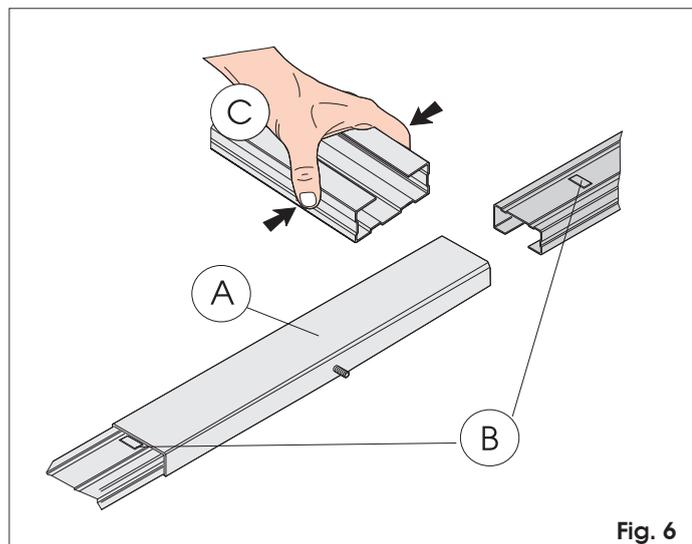

Fig. 6
- 1) Die beiden Teile der Gleitführung zusammenbauen und hierfür die mittlere Verbindung (Abb. 6 Bez. A) bis zum Anschlag der Bezugsmarkierungen aus Metall einführen (Abb. 6 Bez. B). Zur Erleichterung des Einsatzes der Gleitführung wird empfohlen, diese in die mittlere Verbindung einzusetzen und laut Angaben in Abb. 6, Bez. C, zusammenzudrücken. Keine Werkzeuge verwenden, die die Führung oder die Verbindung